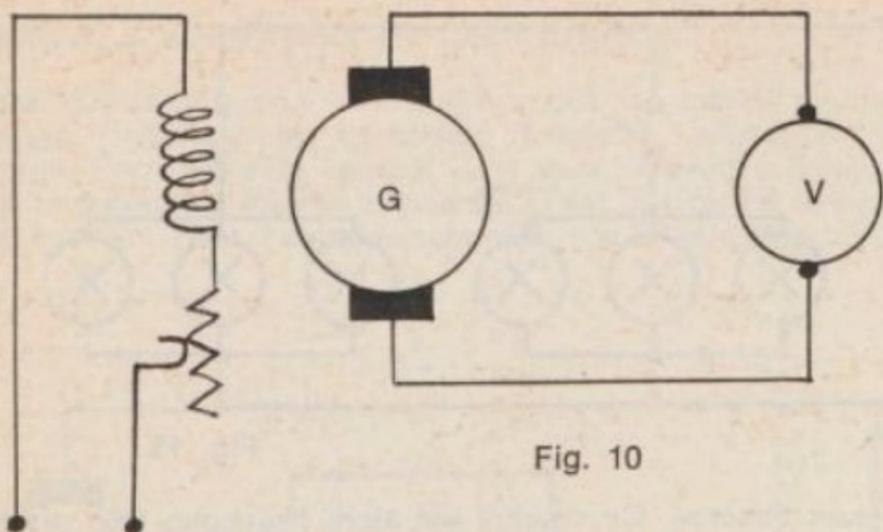

Fig. 10
2) Dans l'expérience de la figure 10, la valeur efficace de la tension sinusoïdale appliquée est  $110 \text{ V}$ .